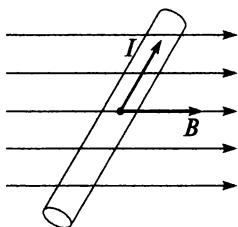

Рис. 4.9
6. Определите направление электромагнитной силы для случая, изображенного на рис. 4.9.